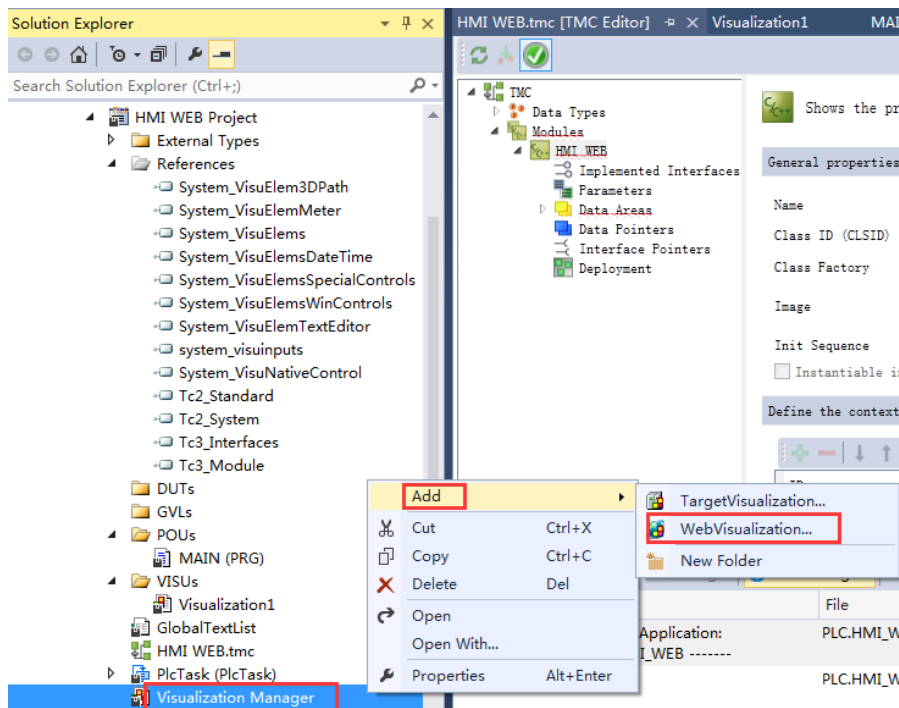

图 3 创建 WebVisualization 界面
(3) 打开样例程序，按照正常操作模式，进行“Choose target”连接控制器，“Broadcast search”扫描硬件等操作。提供的样例程序是用一个按钮来控制 LED 的亮灭。
(4) 如图 3 所示，在左侧对象管理器找到 Visualization Manager 右击，单击 Add，再单击 WebVisualization